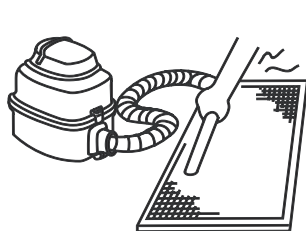

Рис. 16.2
- а) Во время чистки пылесосом приточная сторона фильтра должна быть направлена вверх (см. рис. 16.2).